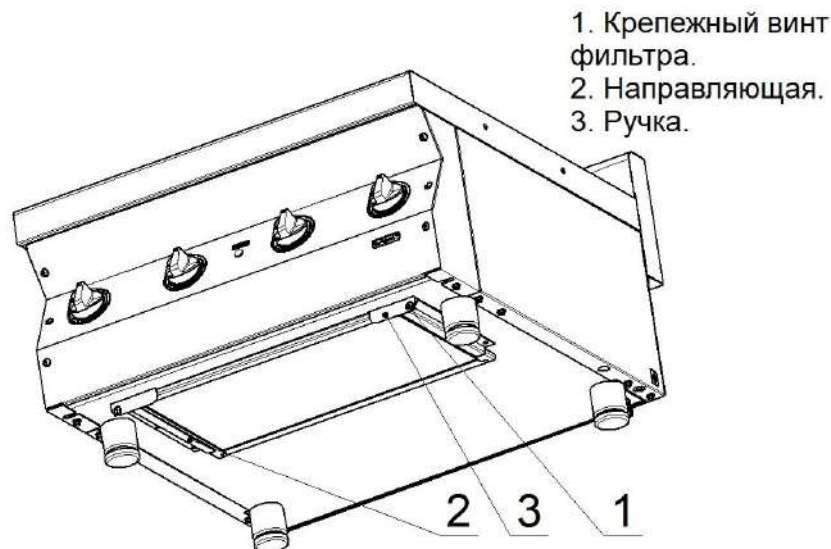

Рис. 4
- отвернуть 2 винта, крепящих фильтр к днищу и вынуть его из направляющих за ручки (рис. 4);